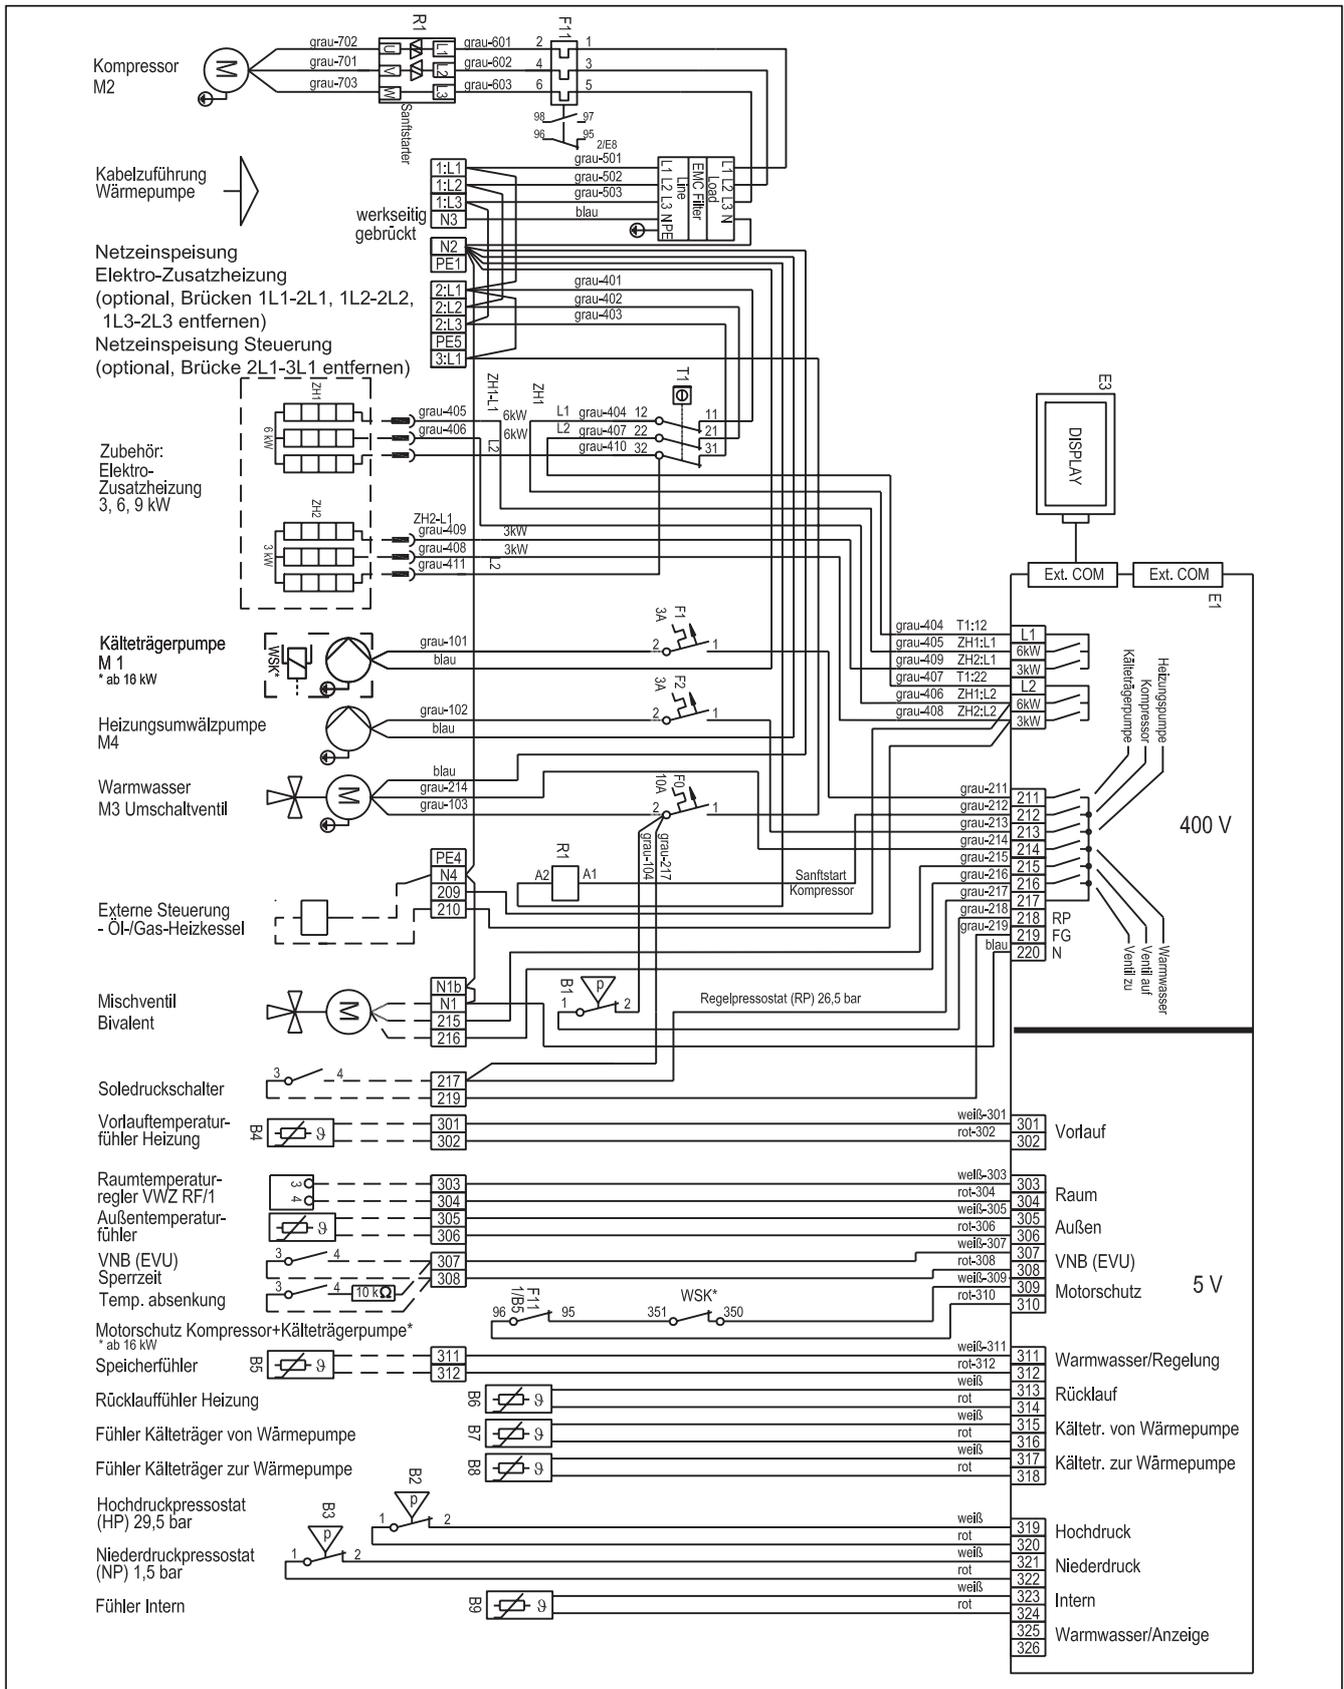

Abb. 8.9 Elektrischer Schaltplan WVS C
- Verbinden Sie den Fühler mit den Anschlüssen gemäß Abbildung 8.9 bzw. 8.10.